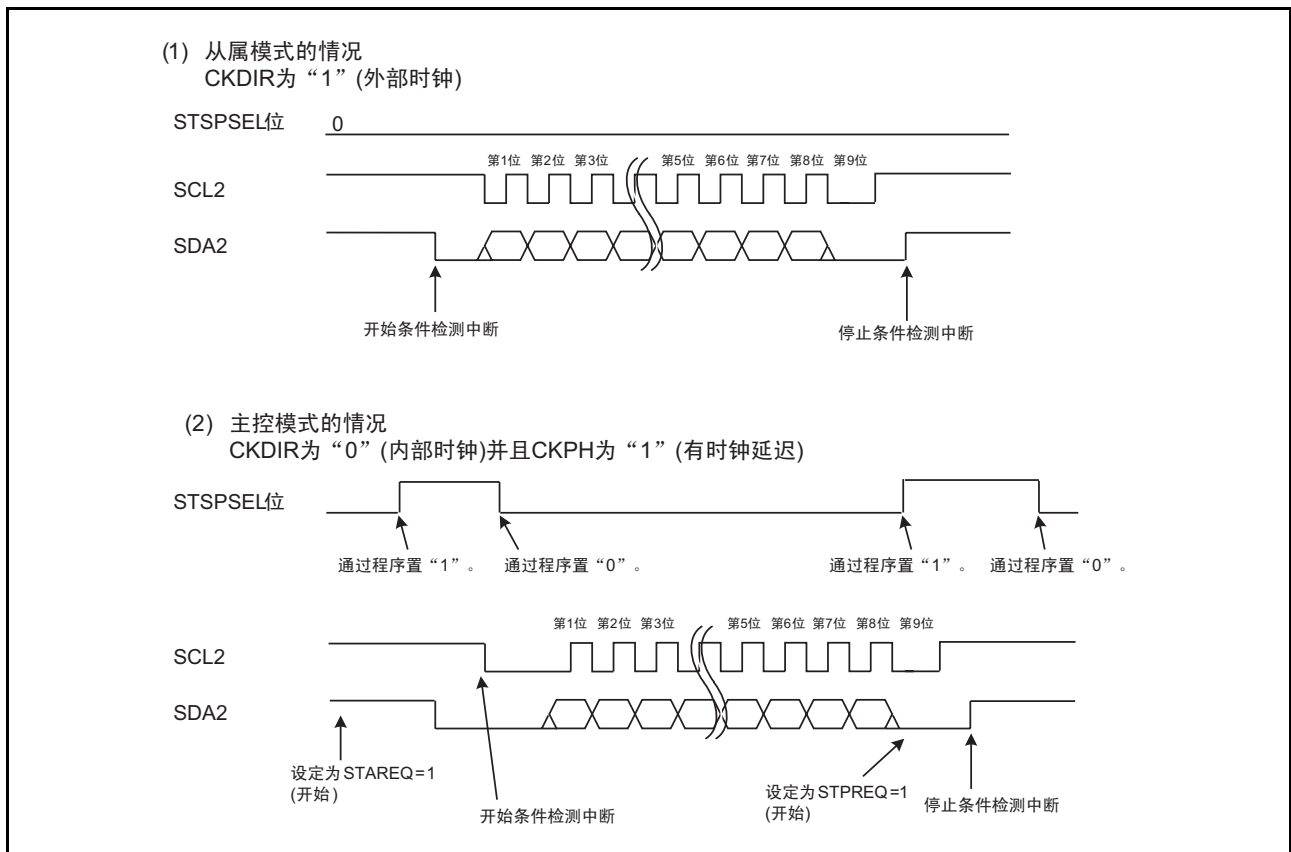

图 23.16 STSPSEL 位的功能
- 注 5. 参照“图 23.16 STSPSEL 位的功能”。
STSPSEL 位的功能如表 23.13 和图 23.16 所示。